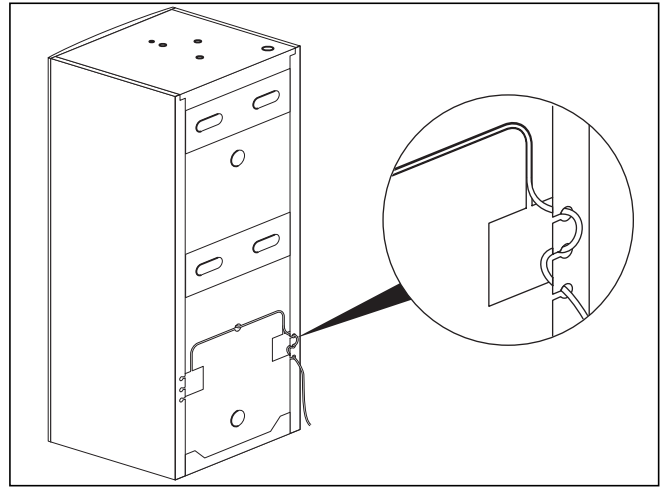

Fig. 5.1 Koble til tankfølerledningen
- Skyv føleren som vist i Fig. 5.1 inn i tankføler-hylsen (se Fig. 2.1, Pos. **11**).